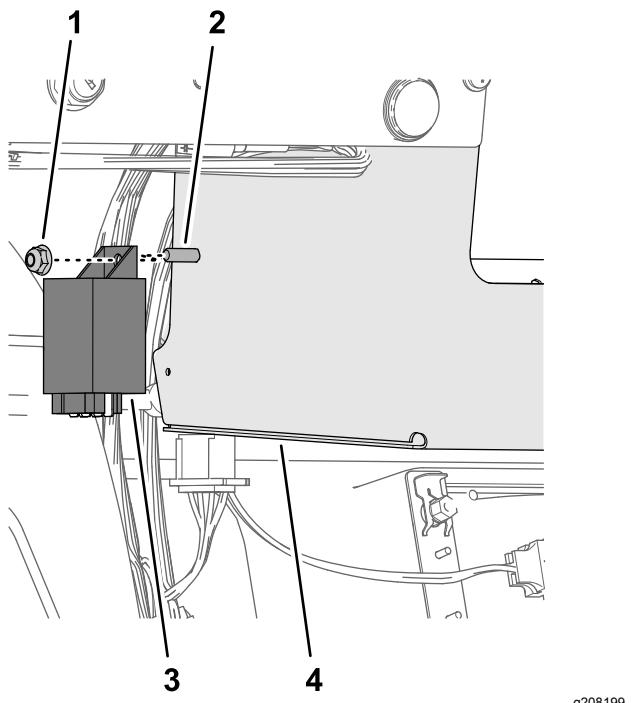

Figura 21
- Montate il modulo lampeggiatore CE sul bullone a testa flangiata con un dado di bloccaggio flangiato ($\frac{1}{4}$ ") e serratelo manualmente (Figura 21).